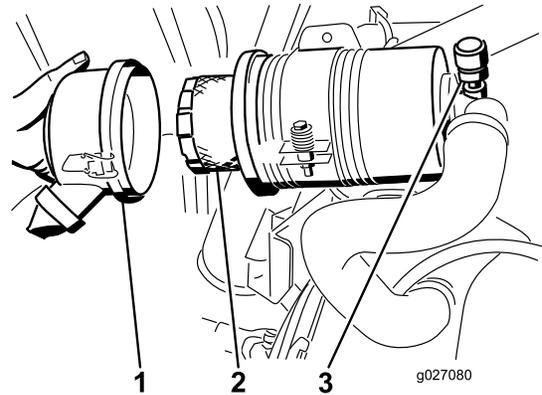

Figura 54
4. Togliete il filtro e sostituitelo (Figura 54).